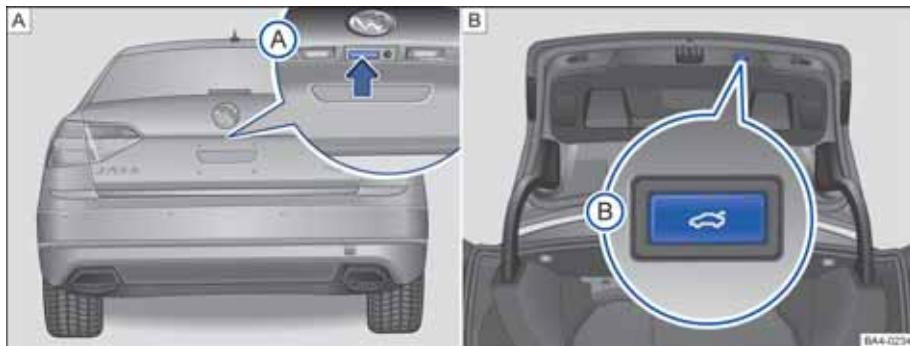

图 43 行李厢盖的操作
- 按下把手①⇒图 43。
- 按下按钮③⇒图 43。
- 拉起按钮②
按下把手①⇒图 43。